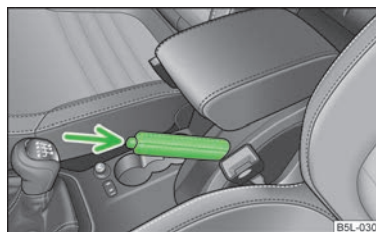

Fig. 96
- Trageți puțin în sus maneta frânei de mână și apăsați **simultan** butonul de blocare » fig. 96.